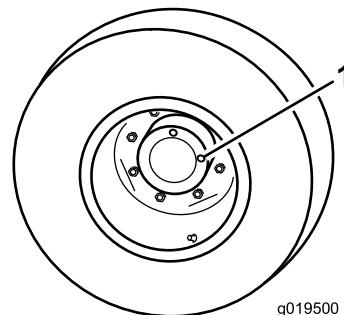

Figura 80
1. Posizionando la ruota in modo che un tappo di controllo si trovi in posizione a ore 12 e l'altro a ore 3 (Figura 80), parcheggiate la macchina su terreno pianeggiante, innestate il freno di stazionamento, abbassate i piatti di taglio, spegnete il motore e togliete la chiave.
1. Tappo di controllo/spruzzo (2)
2. Rimuovete il tappo a ore 3 (Figura 80).